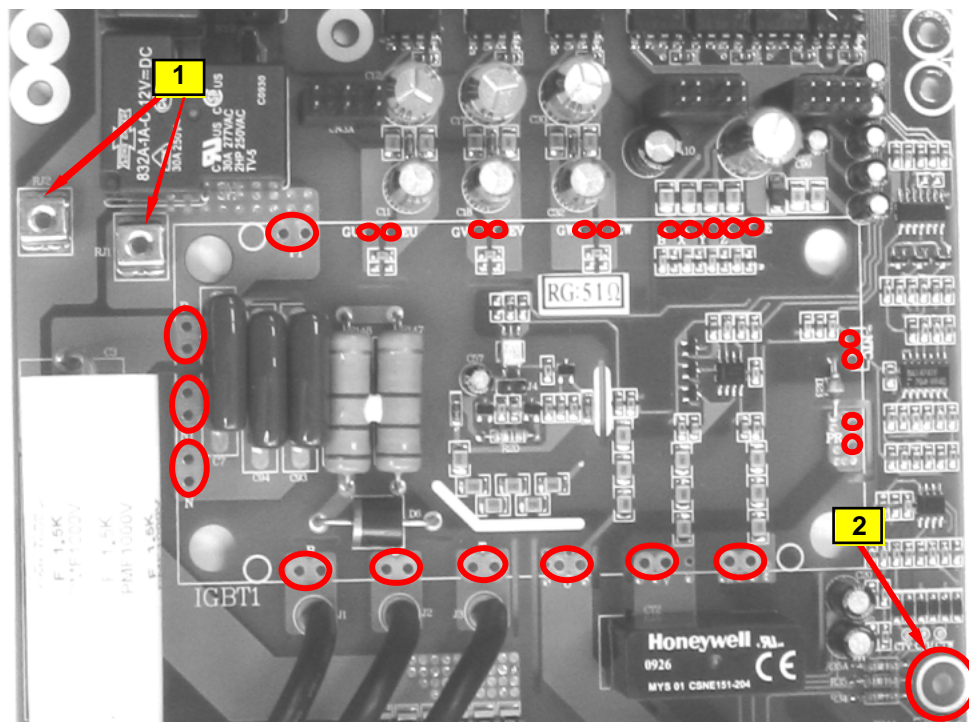

Рис. 7.4
- 7.3.1. Установить в отверстие «2» рис. 7.4 стойку, которую необходимо демонтировать со старой платы.
- 7.3.5. Паять 24 контакта матрицы (рис. 7.4).
7.3.6. Привернуть винтами наконечники проводов резистора предзаряда к контактам RJ1 и RJ2 «1» (рис.7.4).